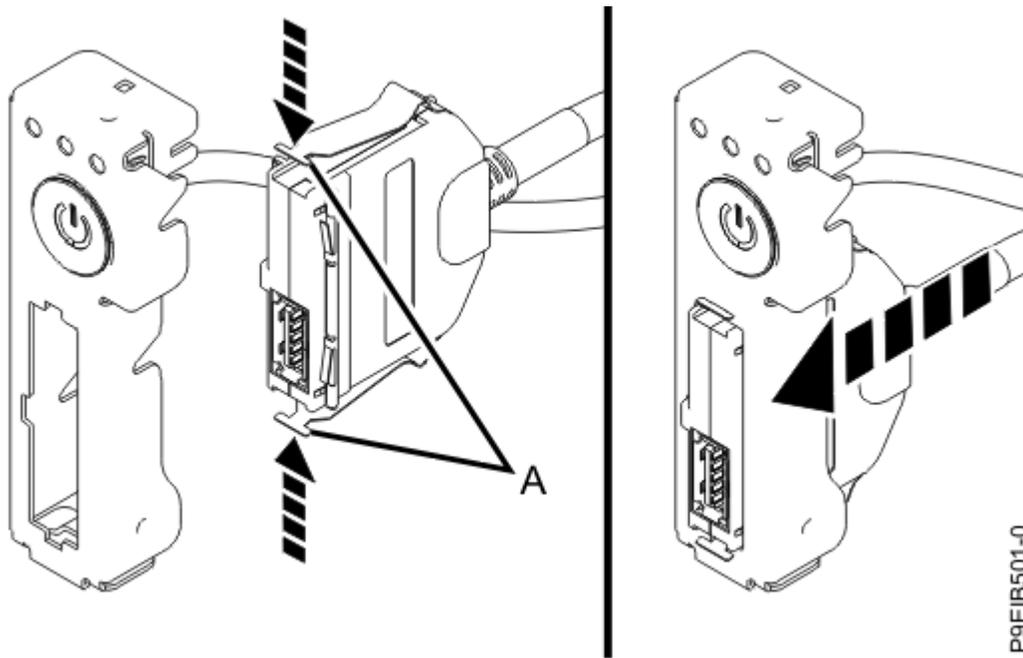

図 173. 電源スイッチへの USB ケーブルおよびコネクタの接続
3. ラッチ (A) を押し込んだ状態で、USB ケーブルおよびコネクタを電源スイッチに接続します (192 ページの図 173 を参照)。